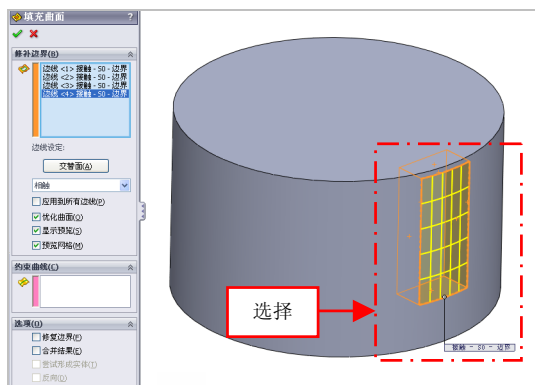

图 7-83 选择合适的边线
(3) 弹出【填充曲面】属性管理器, 在绘图区中, 依次选择合适的边线对象, 如图 7-83 所示。